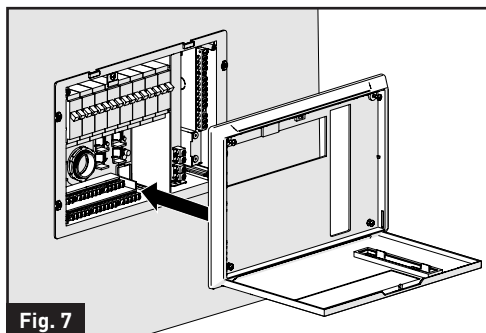
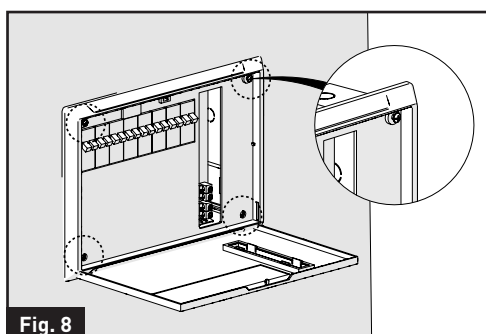

Fig. 7
Fig. 8
8. Remplacez le boîtier dans le panneau de distribution et serrez les vis aux quatre coins. (Fig. 7 et Fig. 8)